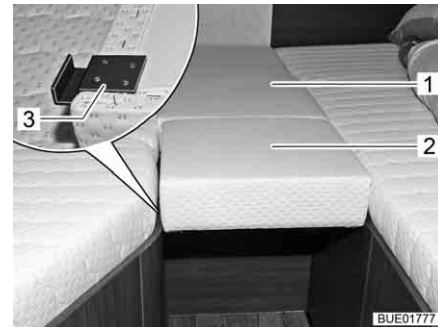

Fig. 140 Superficie de descanso
- Colocar el cojín adicional plegable (Fig. 140,1) completamente atrás en el soporte entre las camas individuales y desplegar el mismo (Fig. 140).
- Enganchar el cojín adicional (Fig. 140,2) con los cuatro soportes (Fig. 140,3) en los paneles de las camas individuales, de tal modo que se forme una superficie de descanso ininterrumpida (Fig. 140).